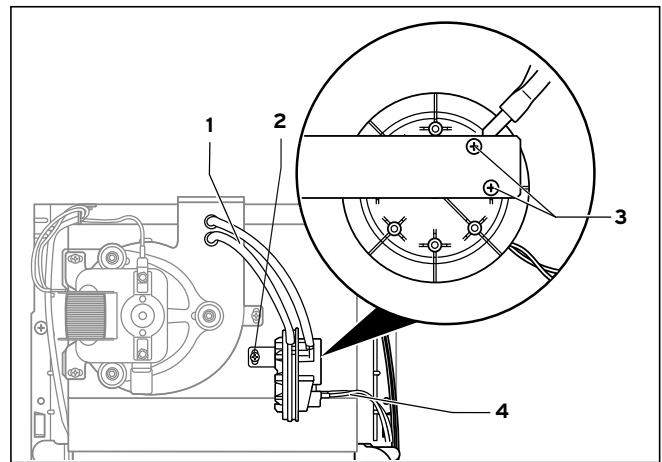

Fig. 7.8 Montaggio del pressostato differenziale
- Staccare i due flessibili di silicone (1) e i cavi (4) dal pressostato differenziale.
- Allentare la vite (2) per smontare il pressostato differenziale con il sostegno.
- Allentare le viti (3) per rimuovere il pressostato differenziale.
- Montare il nuovo pressostato differenziale procedendo in sequenza inversa e orientandosi in base alla fig. 7.8 per il montaggio.